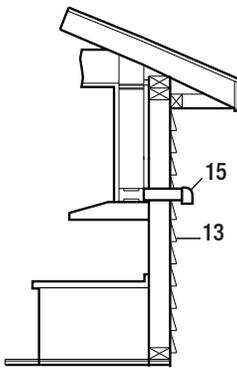
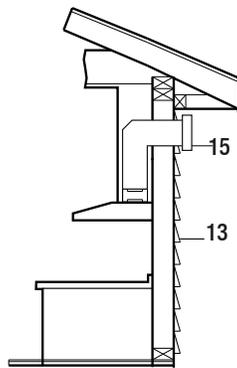
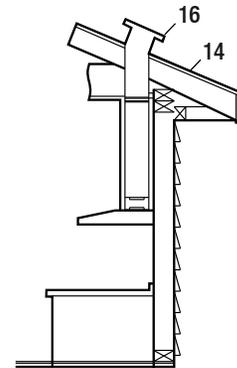

Fig.5
Fig.6
Fig.7
- Votre système de ventilation doit évacuer à l'extérieur, soit horizontalement à travers le mur arrière (13) ou verticalement à travers le toit (14) (Voir la Fig. 5/ Fig. 6/ Fig. 7);